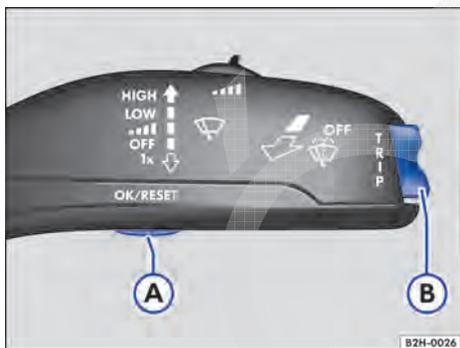

Fig. 14 Veículos sem volante multifunções: botão **A** na alavanca dos limpadores do para-brisa para confirmar itens de menu e chave **B** para trocar menus.
- Caso uma mensagem ou o pictograma de veículo sejam exibidos, pressionar o botão ⇒ **Fig. 14** **A** da alavanca dos limpadores do para-brisa ou o botão **OK** do volante multifunções ⇒ **Fig. 15**.
- *No comando com a alavanca dos limpadores do para-brisa:* para listar o menu principal ⇒ **Página 27** ou para retornar de outro menu para o menu principal, manter a chave ⇒ **Fig. 14** **B** pressionada.
- Pressionar a chave ⇒ Fig. 14 (B) da alavanca dos limpadores do para-brisa para cima ou para baixo ou pressionar os botões de seta (Δ) ou (▽) do volante multifunções até que o item de menu desejado esteja selecionado.
- Selecionar ou confirmar a seleção com o botão ⇒ Fig. 14 (A) na alavanca dos limpadores do para-brisa ou o botão (OK) no volante multifunções.